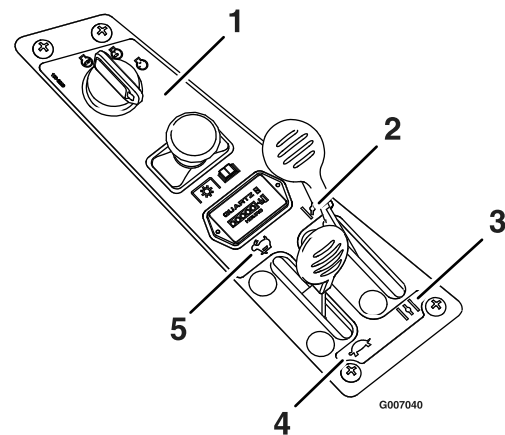

Figure 10
3. Si le moteur est froid, réglez la manette d'accélérateur à mi-course et poussez la manette de starter vers l'avant, avant de démarrer (Figure 10).